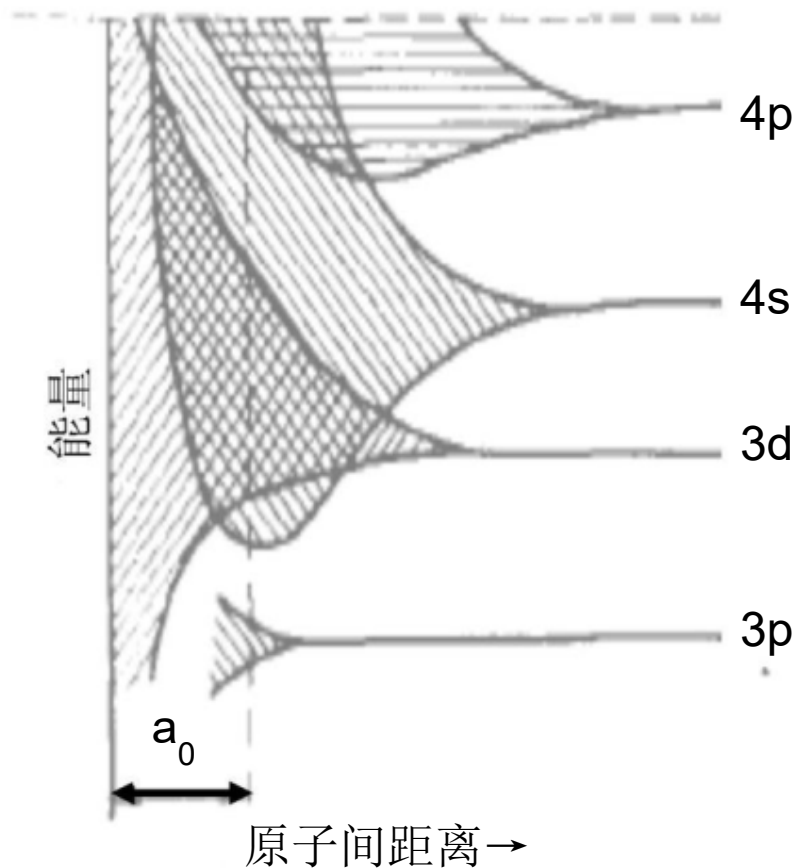

图2.2元素铜的能带形成
■图2.2 示出了元素铜的能带形成过程，当原子相靠近时能级扩展为能带的情形以及在形成晶体时，在晶体内的原子间距（即晶格常数）上，能带发生的搭接的现象。